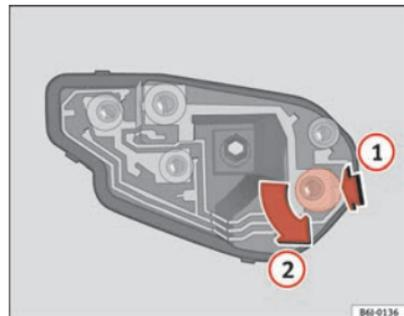

Fig. 146 Substituição das lâmpadas luzes traseiras
- Uma vez retirado o porta-lâmpadas, pressione para baixo no sentido da seta (1) e rode ao mesmo tempo no sentido da seta (2) ⇒ fig. 146. ■